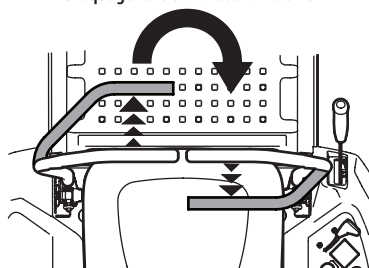

Figure 28
2. Pour tourner dans le sens horaire, déplacez le levier de contrôle gauche de la barre abdominale vers l'avant tout en déplaçant simultanément le levier de contrôle de la barre abdominale droite vers l'arrière (Figure 28).